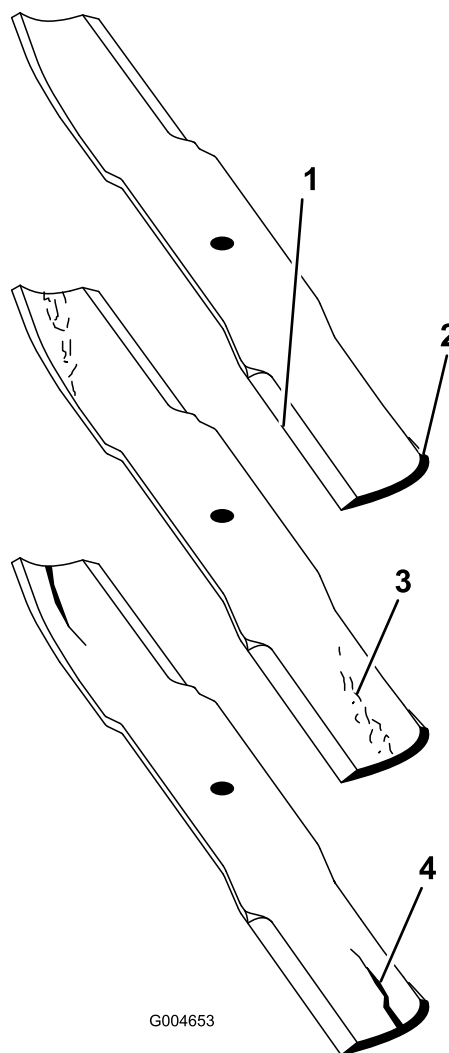

Figura 77
2. Verificate accuratamente i taglienti, con particolare attenzione ai punti d'incontro delle sezioni piatta e curva della lama (Figura 77).
**Nota:** Sabbia e materiali abrasivi possono consumare il metallo che connette le sezioni piatta e curva della lama, per cui si consiglia di controllare la lama prima di usare il tosaerba. Se riscontrate segni di usura (Figura 77), sostituite la lama.
3. Esaminate l'affilatura di tutte le lame e affilate se risultano smussate o scheggiate (Figura 77).